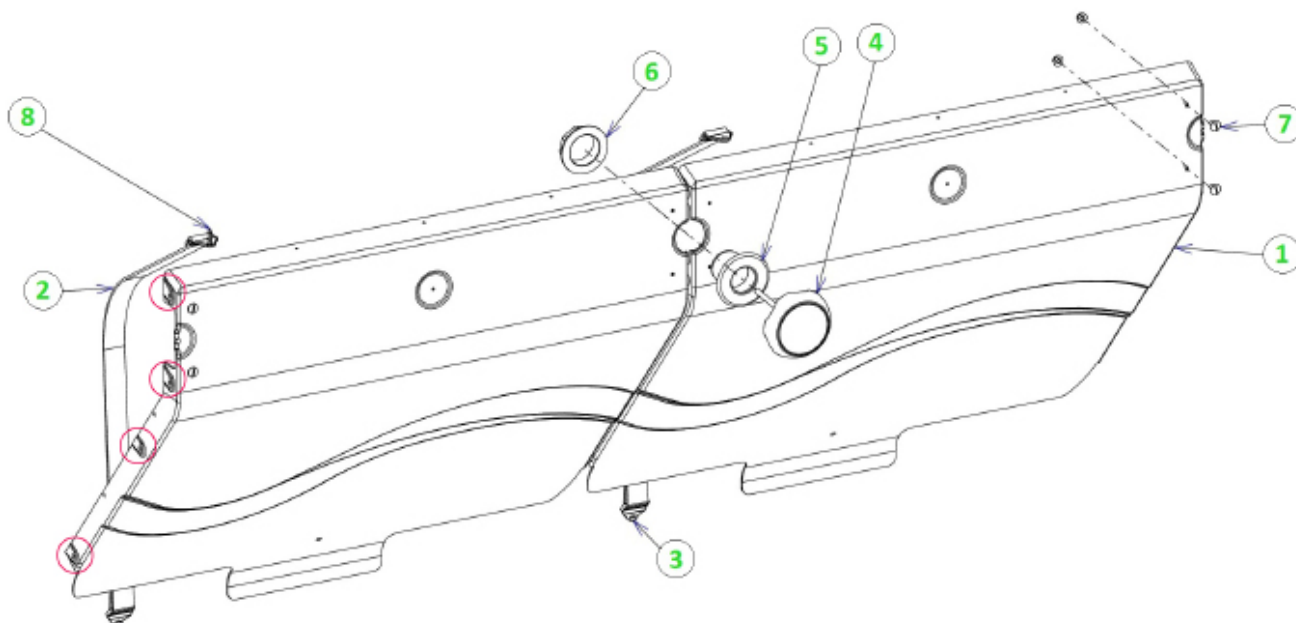

Figura 43 – Montaje de la pared de separación y del foco
Los pasos para montar la pared de separación y los focos se ilustran en la **Figura 43**. Los tornillos necesarios para este montaje están en la bolsa Y.
Ensamble los dos módulos (1) del pasamuros con cuatro tornillos hexagonales de acero inoxidable A4 8 x 20 y cuatro tuercas de 8 mm de diámetro, insertando una arandela de 8 mm de diámetro en cada lado de la pared, un total de ocho arandelas. Las ubicaciones de estos tornillos en las paredes están indicadas por cuatro círculos rojos en la **Figura 43**.